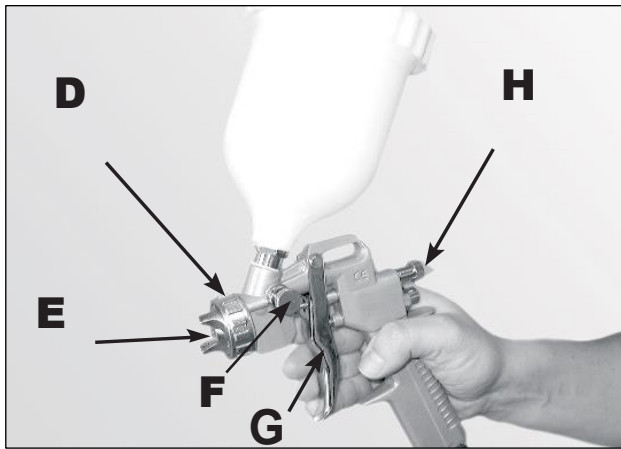

Рис. 7.
форсунку **Е** краскораспылителя и зафиксируйте ее в этом положении, затянув кольцо **Д** (рис. 7).
7. Ширина распыляемой струи регулируется колесиком **Ф** (рис. 7).
8. Количество распыляемой жидкости можно регулировать, увеличивая или уменьшая ход нажимного курка **Г**, повернув колесико **Н** (рис. 7).
9. Подавайте распыляемую жидкость, нажимая на курок **Г** (рис. 7). Для распыления краски утапливайте курок на всю глубину его хода. При нажатии курка на половину его хода из насадки **Е** будет выходить только сжатый воздух. Такой прием может быть полезен по окончании работы для прочистки пистолета от остатков краски.